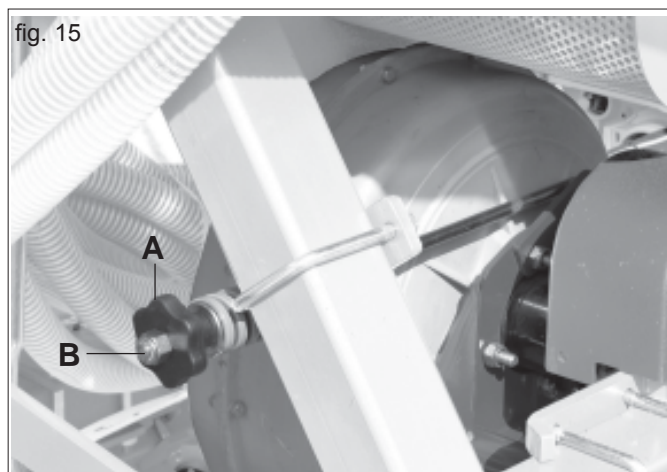
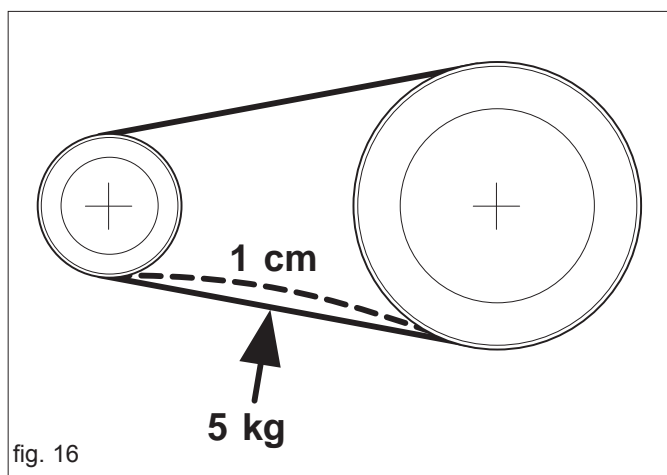

fig. 15
fig. 16
- 2) Régler la tension de les courroies avec la manivelle (A Fig. 15). Appuyer sur la courroie, dans la zone centrale entre les deux poulies, en exerçant une force de 5 kg. La force exercée doit provoquer une déformation sur la courroie concernée de 1 cm max. (Fig. 16).
Pour le remplacement des courroies desserrer complètement le tendeur A (Fig. 15).
Attention: NE PAS DESSERER l'écrou B (Fig. 15).
- 1) Desserrer les courroies moyennant le levier avec rouleau (A Fig. 15), démonter les protections (A, B Fig. 11) et retirer les courroies de transmission.